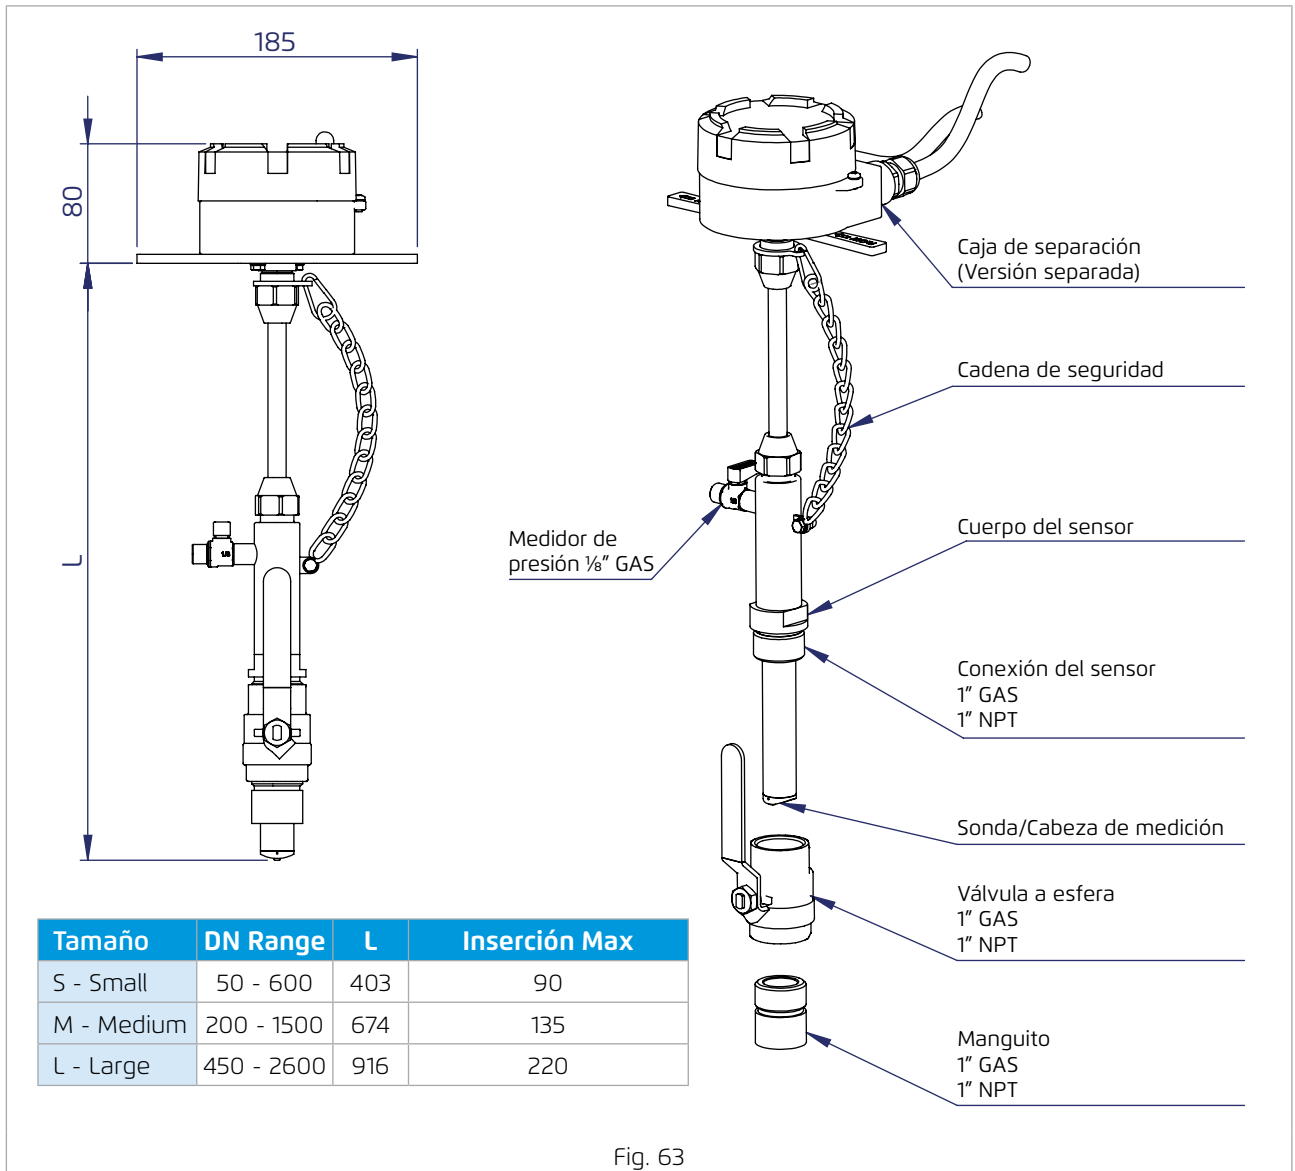

Fig. 63
- L = Longitud el medidor, datos del cuadro en Fig. 63